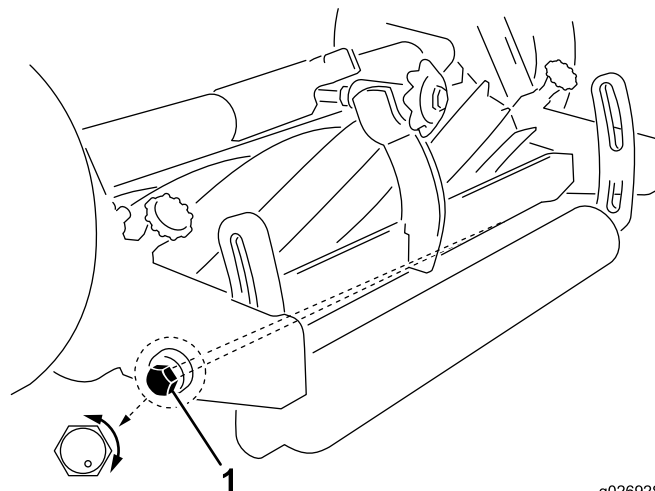

Bild 6
6. Bringen Sie das Untermesser parallel zur Spindel, indem Sie die linke Drehschraube des Untermesserträgers drehen (Bild 6). Die linke Drehschraube weist ein versetztes Gewinde auf, welches beim Drehen als Nocke dient, um den Untermesserträger anzuheben
oder abzusenken. Die linke Drehschraube weist einen Versatzpunkt (Bild 6) auf, der das Gewinde der Schraube kennzeichnet. Wenn der Punkt in der oberen Position (Bild 6) ist, wird die linke Seite des Untermesserträgers angehoben. Wenn die Schraube im Uhrzeigersinn gedreht wird und der Punkt nach unten wandert, wird das linke Ende des Untermesserträgers abgesenkt. Der Kennzeichnungspunkt muss bei der Einstellung in die hintere (180 Grad) Position gebracht werden.